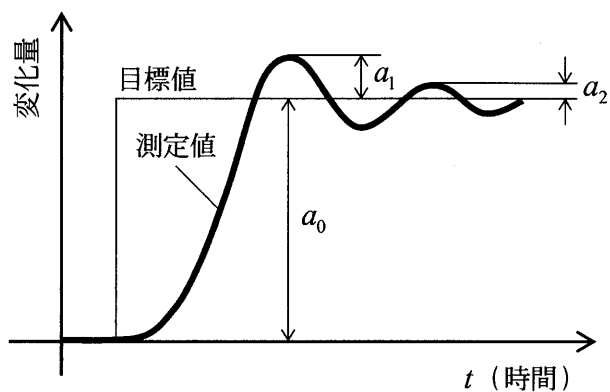

図 3
2) PID 調整パラメータの制御指標として、一般に、図 3 に示すように、設定値をステップ状に変化させ、測定値の追従性を見たときの $\frac{a_2}{a_1}$ に相当する や、 $\frac{a_1}{a_0}$ に相当する が使用される。